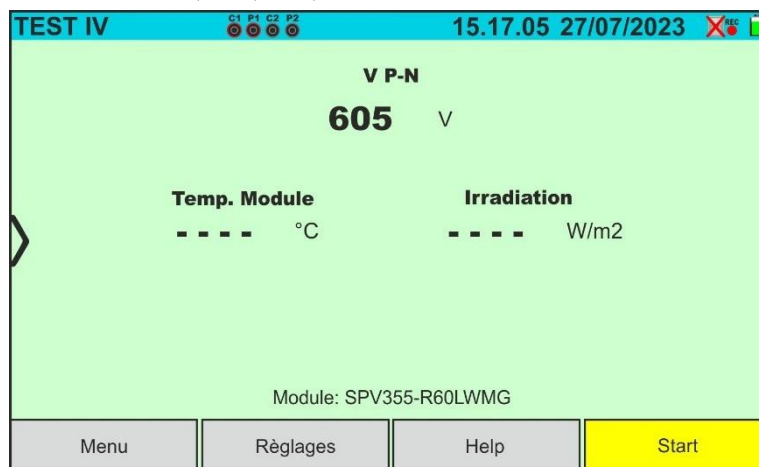

Fig. 51: Écran test I-V avec SOLAR03 en enregistrement synchrone en module Monoface
10. Dans le cas de modules **Monoface**, l'écran de la Fig. 51 est présent à l'écran. Les paramètres suivants sont affichés :